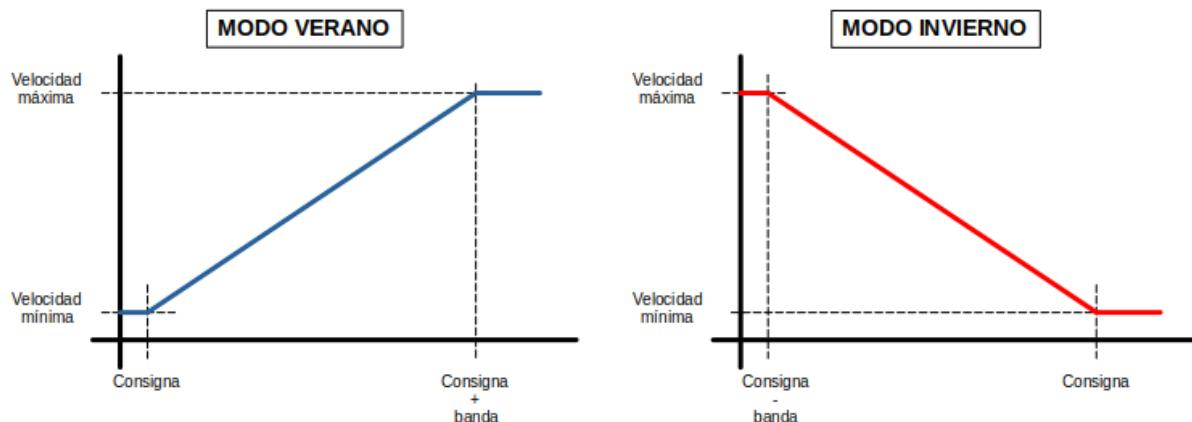

Figura 2.1: Modos de funcionamiento
- Las curva de funcionamiento para cada uno de los modos es la de la Figura 2.1: